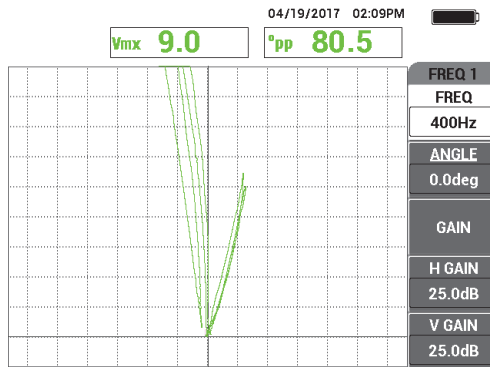

図 5-211 2 本のグループのスキャン
2. 40% 内径きずと 60% 外径きずが表示されるまで、チューブをゆっくりスキャンします。NORTEC 600 画面でグループの信号が表示されたら、フリーズキー (❄) (281 ページの図 5-211) を押します。